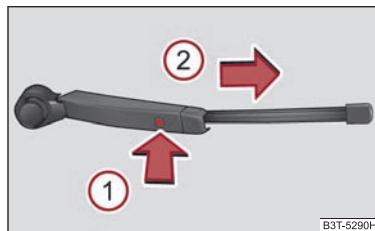

Fig. 15 Spazzola del tergilunotto
- Sollevare il braccio portaspazzola dal parabrezza e posizionare la spazzola in posizione perpendicolare rispetto al braccio ⇒ fig. 15.
- Con l'altra mano sbloccare la sicura ① ed estrarre la spazzola in direzione della freccia ②.